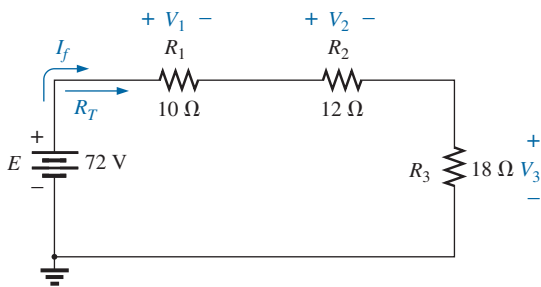

FIG. A4.92
8. Para la configuración en serie de la figura A4.92, compuesta de valores estándar: